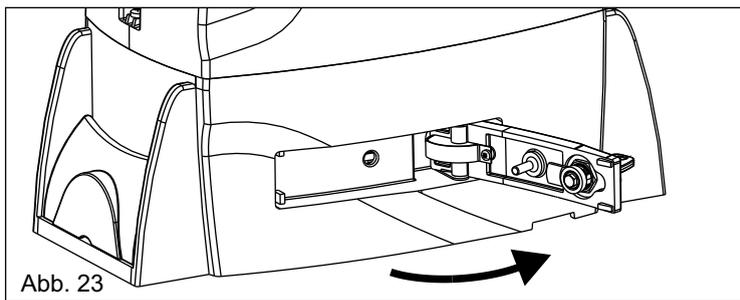

Abb. 23
- Den Entriegelungshebel bis zum Anschlag ziehen, ca. 90° (Abb.23).